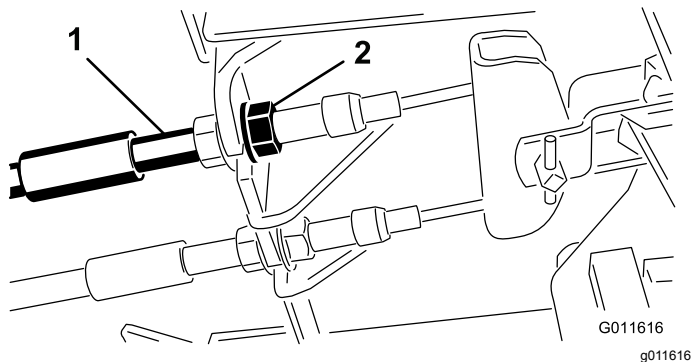

Bild 83
1. Ziehen Sie zum Reduzieren des Spiels der Bremspedale die Bremsen fester – lockern Sie dazu die vordere Mutter am Gewindeende des Bremszugs (Bild 83).